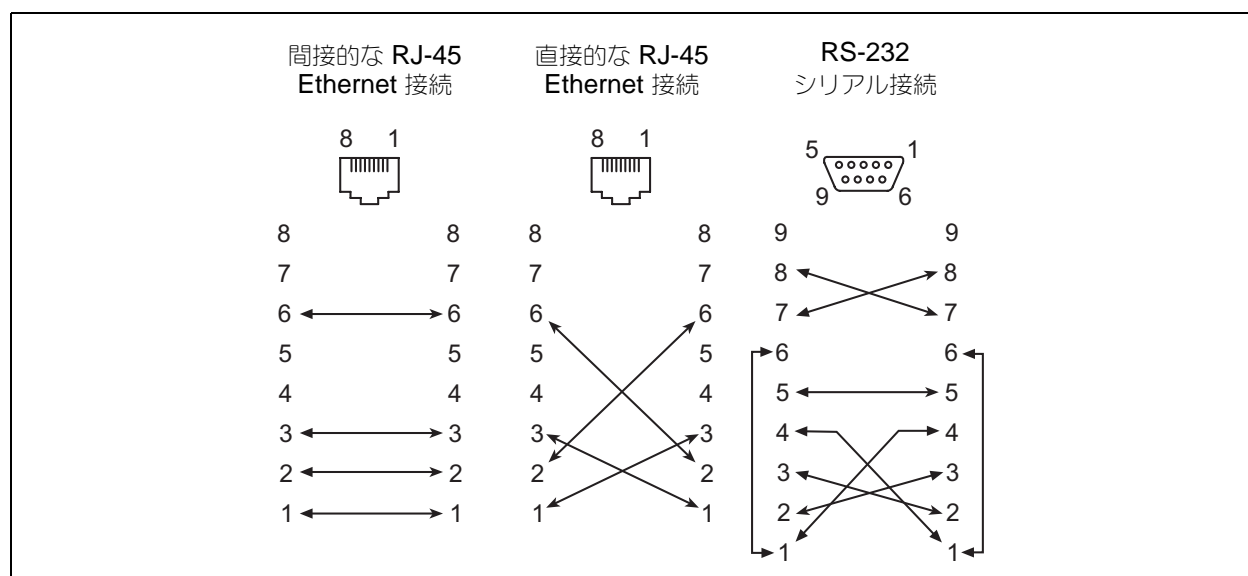

図 4-6. ワークステーションのケーブル接続
- 管理ワークステーションとスイッチの **RJ-45 Ethernet** コネクタ間を、**Ethernet** スイッチまたはハブ経由で間接的に **Ethernet** 接続する。この接続方法には、図 4-6 に示されるように **10/100 Base-T** ストレートケーブルが必要です。
- 管理ワークステーションとスイッチの **RJ-45 Ethernet** コネクタ間を、直接的に **Ethernet** 接続する。この接続方法には、図 4-6 に示されるように **10/100 Base-T** クロスオーバーケーブルが必要です。
- 管理ワークステーションとスイッチの **RS-232** シリアルポートコネクタ間を、シリアルポート接続する。この接続方法には、図 4-6 に示されるように **F/F DB9** 又はモデムケーブルが必要です。